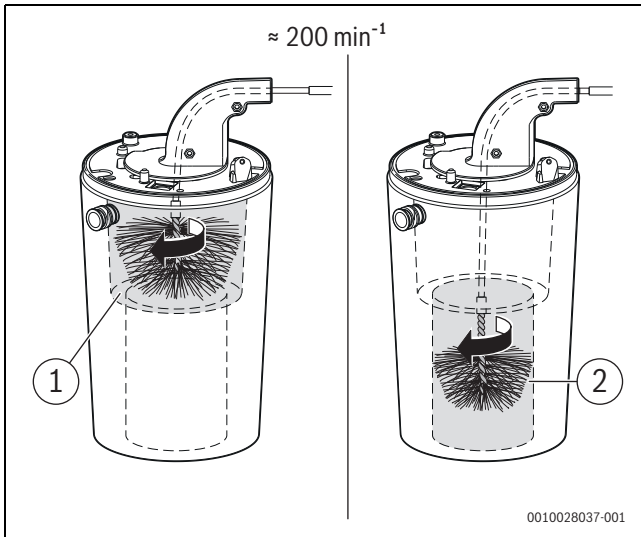

Bild 67 Wärmeblock reinigen (ca. 200 min^{-1} , nur Rechtslauf)
- ▶ Mit kleiner Bürste für den unteren Bereich wiederholen (→ Bild 67, [2]).